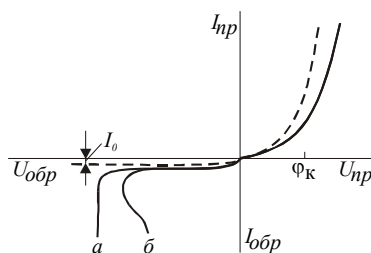

Рис. 34. Теоретическая и реальная вольт – амперная характеристика диода
**Реальная вольт – амперная характеристика** полупроводникового диода показана на рис. 34, здесь же пунктиром нанесена **теоретическая вольт – амперная характеристика** электронно-дырочного перехода.